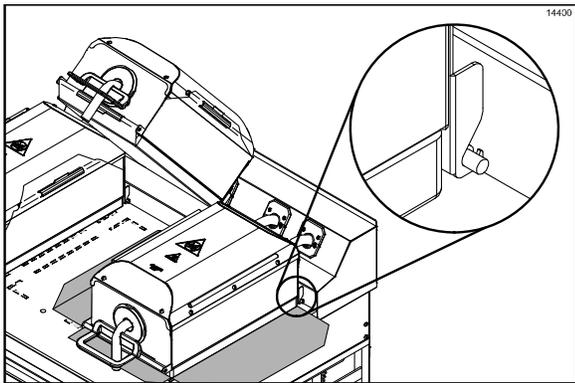

Figure 9
2. Engager la barre de retenue de la feuille de protection dans les crochets fournis sur la gaine (Cf. Figure 9).